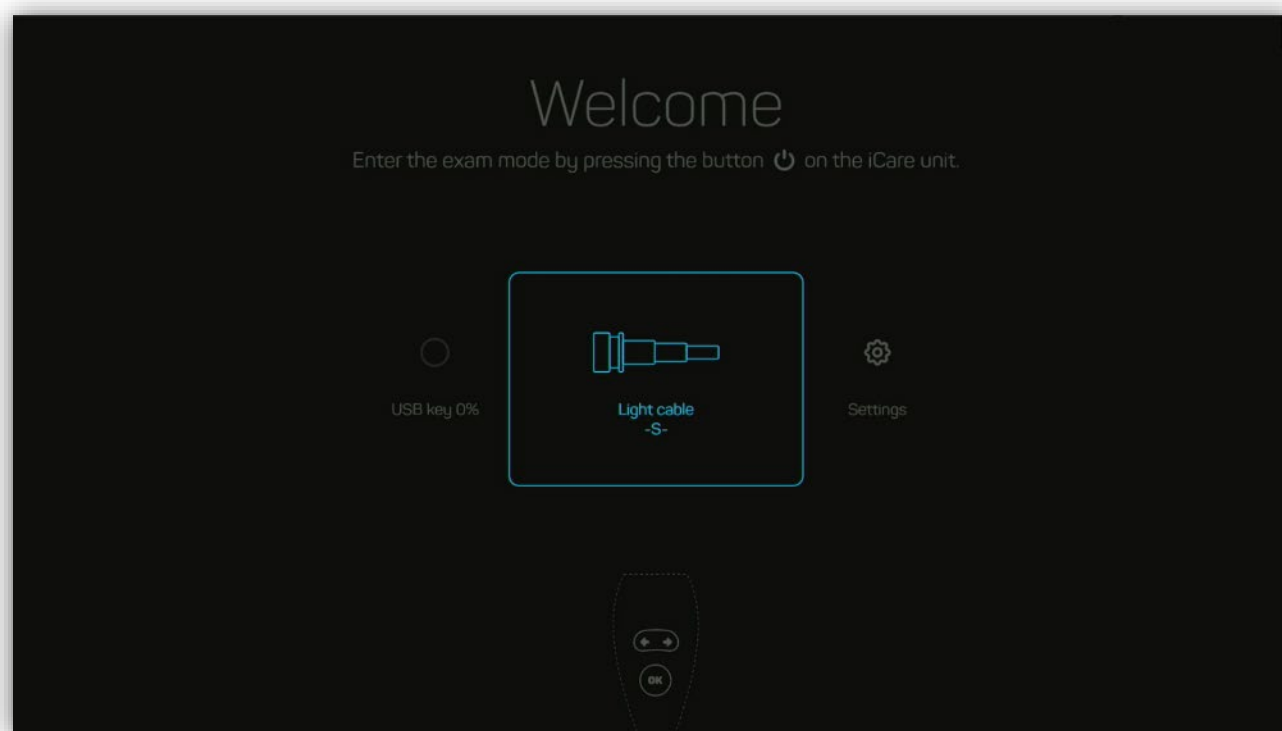

Figura 6 - Pantalla de bienvenida
- La pantalla de bienvenida aparece en el monitor (véase Figura 6).
- Pulse [22] o [23] para desplazar el cursor de selección (véase Figura 6).
Cuando se encuentre en el menú de bienvenida, aparecerá en pantalla el tipo de cable de luz ajustado (véase Figura 6).